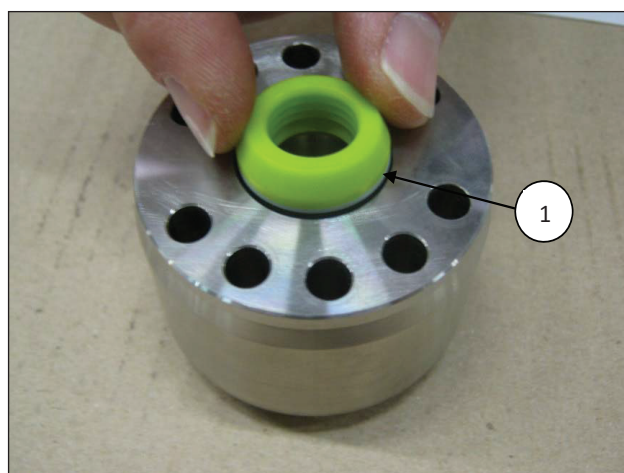
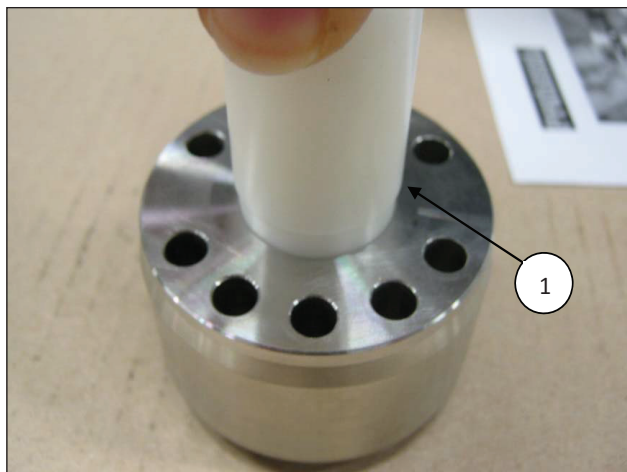

Рис. 39
Рис. 40
- Вставьте в опору уплотнений ВД кольцо головки (поз. ①, Рис. 38), а затем комплект ВД (высокого давления); ввиду наличия легкого натяга между уплотнением и опорой уплотнений ВД, во избежание повреждений рекомендуется применять калибр из пластикового материала (поз. ①, Рис. 39 и Рис. 40).
Уплотнение ВД нужно вставлять в опору, как показано на Рис. 39 и Рис. 41.